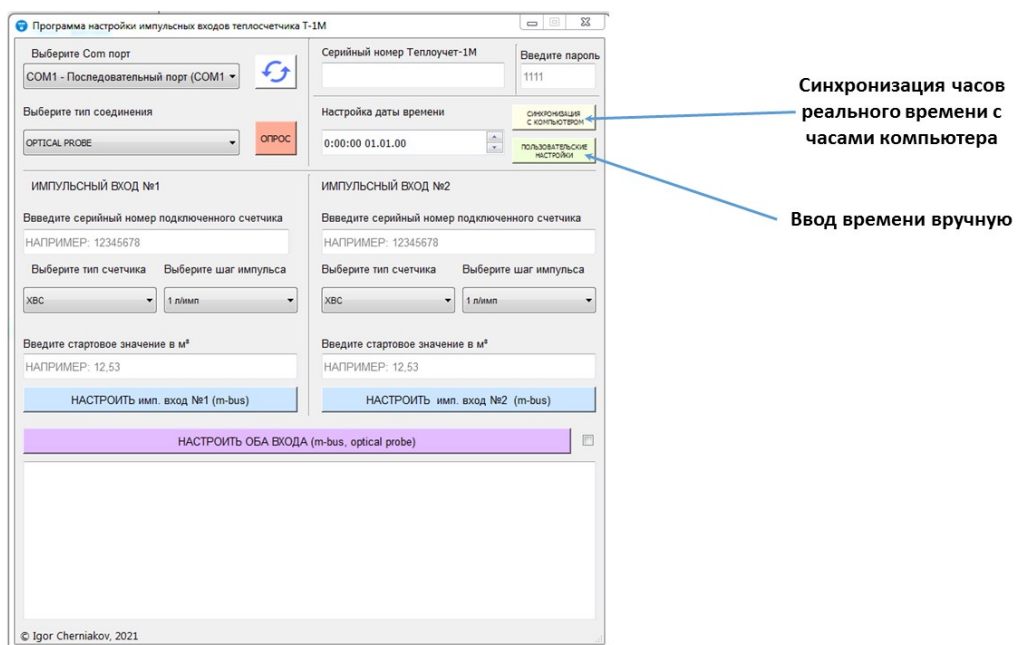

Рисунок 10. Настройка часов реального времени
6.3.3. Проверить состояние часов реального времени счетчика и изменить его, а также часовой пояс счетчика и дату формирования месячного журнала можно в соответствующей настроечной ячейке (рисунок 10).